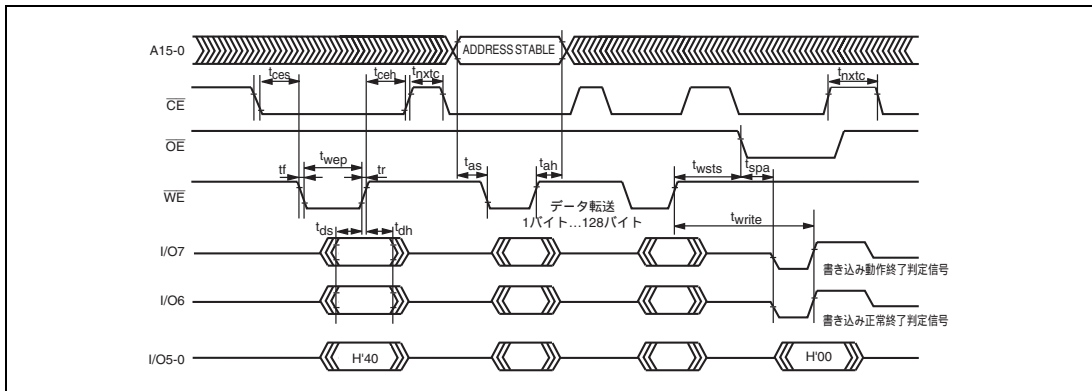

図 6.11 自動書き込みのタイミング波形
5. メモリアドレスの転送は第2サイクルで行います（図6.11）。第3サイクル以降は転送しないでください。